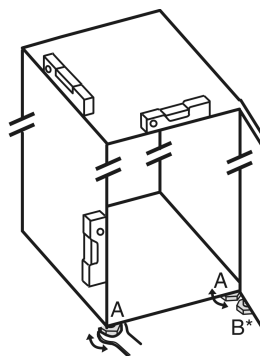

Fig. 28
- ▶ Seřizovací nožky Fig. 28 (A) vyšroubujte pomocí příloženého vidlicového klíče a pomocí vodováhy, dokud nebude spotřebič pevně vyrovnaný.
- ▶ Seřizovací nožku Fig. 28 (B) na stojanu ložiska vytáchejte pomocí příloženého vidlicového klíče, až dosedne na zem.
- ▶ Seřizovací nožku Fig. 28 (B) otáčejte dál o 90°.